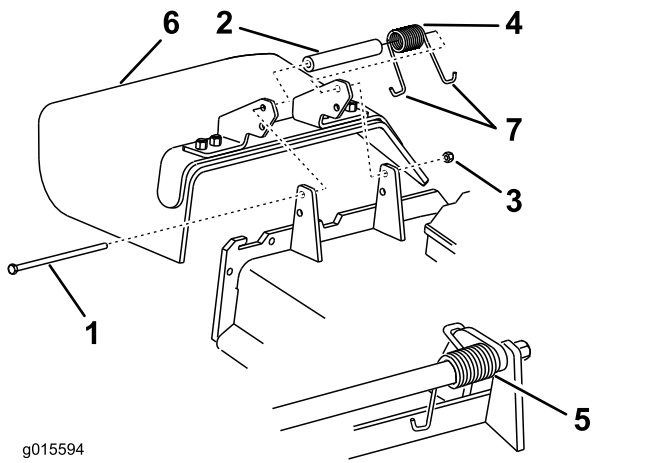

Figure 99
1. Retirez le contre-écrou, le boulon, le ressort et l'entretoise qui fixent le déflecteur aux supports de pivot (Figure 99).
2. Enlevez le déflecteur s'il est endommagé ou usé (Figure 99).
**Remarque:** Prenez soin de placer 1 extrémité en **J** du ressort derrière le bord du tablier avant de mettre le boulon en place, comme montré à la Figure 99.
6. Accrochez l'extrémité en **J** du ressort au déflecteur d'herbe (Figure 99).